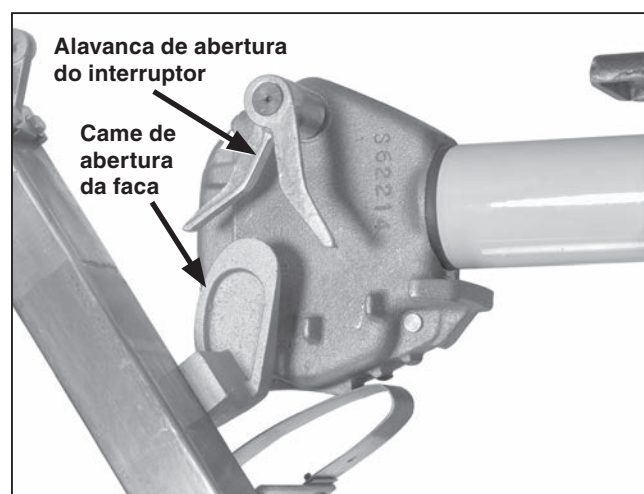

Figura 39. Verificando se no fechamento os comes de abertura da faca não tocam nas alavancas de abertura do interruptor.
- (f) Após a abertura completa da faca, feche vagarosamente a faca e verifique se os dois comes de abertura não tocam nas alavancas de abertura do interruptor. Ver Figura 39.